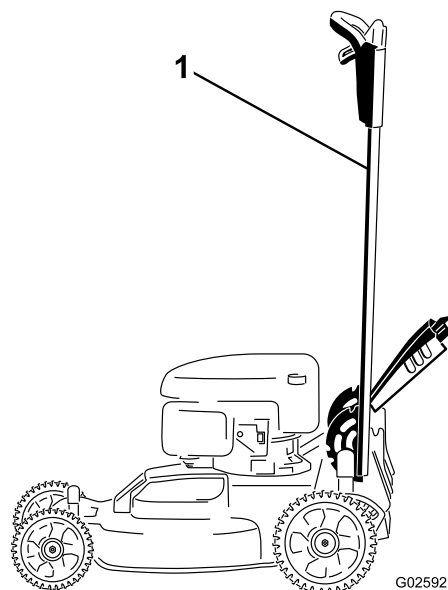

Рисунок 37
1. Зафиксируйте рукоятку в вертикальном положении (Рисунок 37); см. Регулировка высоты рукоятки \(страница 14\).